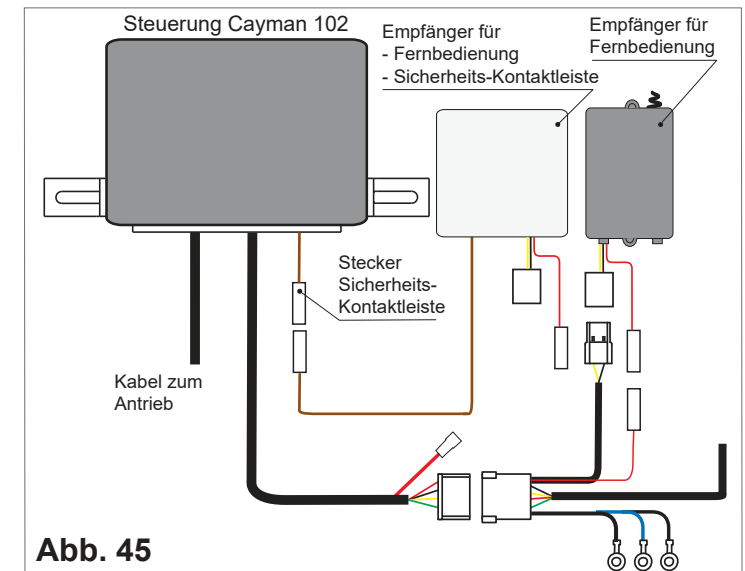

Abb. 45
Cayman 102: Schliessen Sie den entsprechenden Empfänger, wie in **Abb. 45** angegeben, an die Steuerung an.
1. Die Abdeckung ausbauen, wenn vorhanden, (Abb. 45).